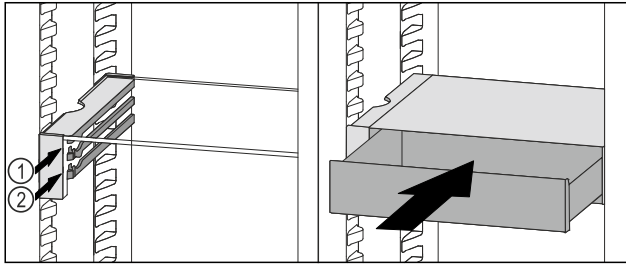

Fig. 94
- ▶ Zásuvku VarioSafe nasadte za zarážkami na požadovanom rebre Fig. 94 (1) alebo Fig. 94 (2).